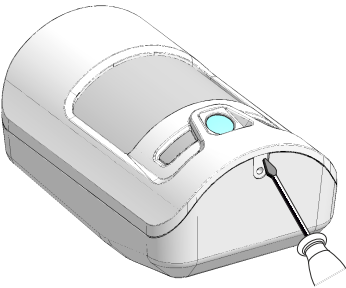

Fig. 1
- Sganciare la parte anteriore facendo leva con un cacciavite nella parte bassa del sensore (Fig. 1).
- Unclip the front part by levering with a screwdriver in the lower part of the sensor (Fig. 1).
- Déclipser la partie avant en faisant levier avec un tournevis dans la partie inférieure du détecteur (Fig. 1).